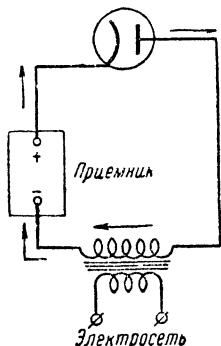
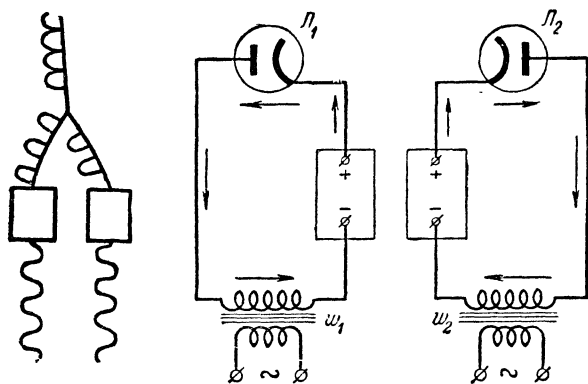
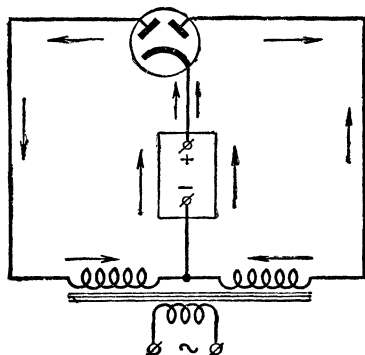
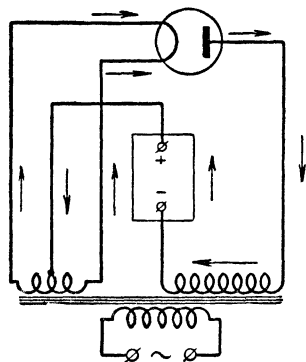

Рис. 81. Схема выпрямителя с повышающим трансформатором.
Рис. 83. Две схемы выпрямителей, аналогичные схеме, изображенной на рис. 81, причем каждая выпрямляет один из полупериодов переменного тока.
Рис. 86. Два кенотрона в схеме на рис. 84 заменены одним двуханодным кенотроном.
Рис. 87. Практическая схема выпрямителя, приведенного на рис. 81 (стрелками показано направление тока).
Таким образом, мы установили, что, применяя трансформатор, можно повысить напряжение перед тем, как его выпрямить (рис. 81). В зависимости от требуемого напряжения мы выбираем необходимое соотношение числа витков первичной и вторичной обмоток, или коэффициент трансформации.
Для этого мы используем два одинаковых устройства питания по схеме на рис. 81. Расположив их рядом (рис. 83), мы видим, что в нагрузках обоих
**Л.** — Вот видишь, таким образом нам удастся использовать оба полупериода переменного тока (рис. 85). Заметь теперь, что обе вторичные обмотки имеют одну общую точку. Это дает возможность заменить два трансформатора одним, во вторичной обмотке которого делается отвод от средней точки. Кроме того, можно применить специальный кенотрон, в баллоне которого помещены общий катод и два анода. Такая лампа называется двуханодным кенотроном. Схема двухтактного выпрямителя с двуханодным кенотроном показана на рис. 86.
**Л.** — Конечно. Практически однополупериодные (рис. 81) и двухполупериодные (рис. 86) выпрямители имеют вид, показанный на рис. 87 и 88, соответственно.